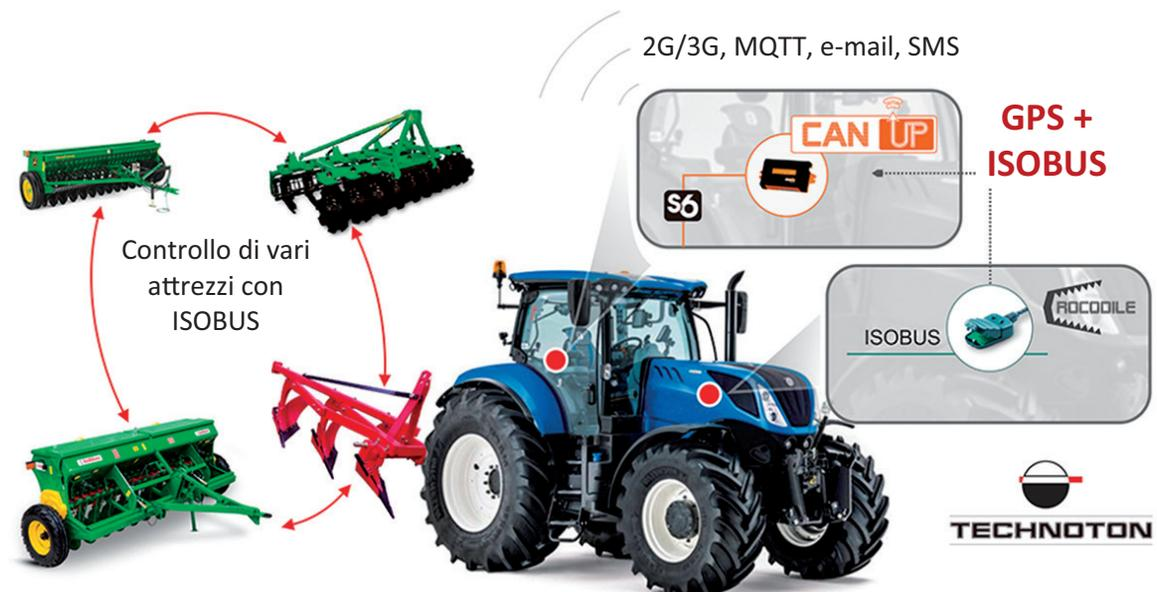

FIGURA 16.1.4 Trattore georeferenzato e collegato agli attrezzi con protocollo ISOBUS.
- Di un sistema di georeferenziazione del trattore e della macchina operatrice (FIGURA 16.1.4). Il posizionamento viene eseguito con sensori che, ricevendo impulsi radio, determinano la loro distanza da un certo numero di satelliti (almeno 4-5) quando visibili sopra la linea dell'orizzonte. Il posizionamento viene reso più accurato anche da stazioni a terra che riflettono, calibrandoli, i segnali dei satelliti. Attualmente vi sono molti sistemi disponibili, con una risoluzione differenziata, che va da pochi cm (2-3) nel caso del sistema RTK (Real Time Kinematic), ad alcuni decimetri col DGPS (Differential Global Positioning Systems), fino ad alcuni metri col GPS (Global Positioning System). Grazie all'accuratezza raggiunta, questi metodi di referenziazione stanno per essere implementati anche su macchine a pilotaggio completamente automatico. Per adesso, comunque, il loro uso in agricoltura è diffuso per assistere l'agricoltore nella guida del trattore, utile quando occorre fare semine, concimazioni, diserbi e trattamenti in cui è